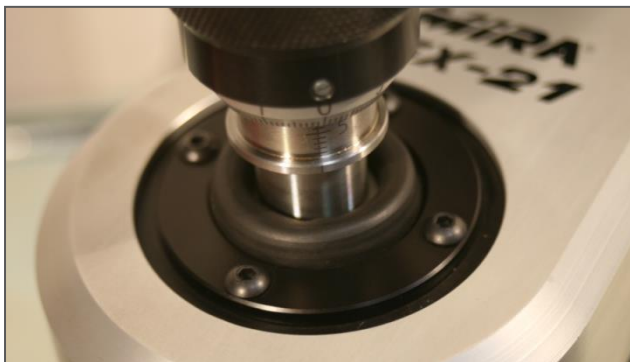

Fig. 20
16. Achten Sie vor dem Spannen des Schwenkarms auf den Dichtungsbalg. Der Dichtungsbalg sollte gleichmässig um die Führung vorhanden sein, um den Dichtungsbalg nicht zu stark abzunutzen und eine Grobzentrierung des Führungsdornes zu gewährleisten. Fig. 20